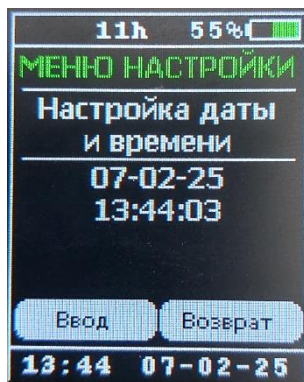

Рисунок 9.6.
9.6.1 Для настройки текущей даты и времени необходимо выбрать подпункт «Настройка часов», при этом на дисплее отобразится текущие дата и время (рисунок 9.6).